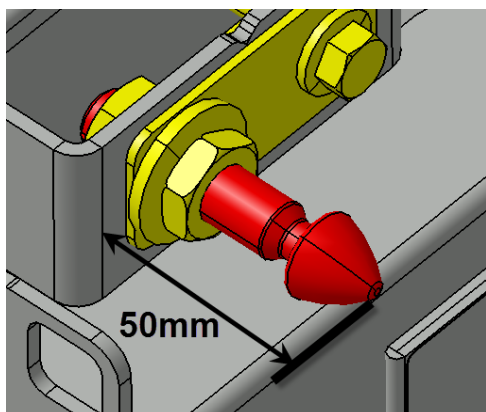

FIGURE 59:
11. Avant le premier essai de fermeture complète de la porte, assurez-vous que la goupille d'alignement/verrouillage n'exécède pas plus de 2" (50mm) de son support. (Figure 59:). Des dommages peuvent subvenir à la porte si cette condition n'est pas respectée.